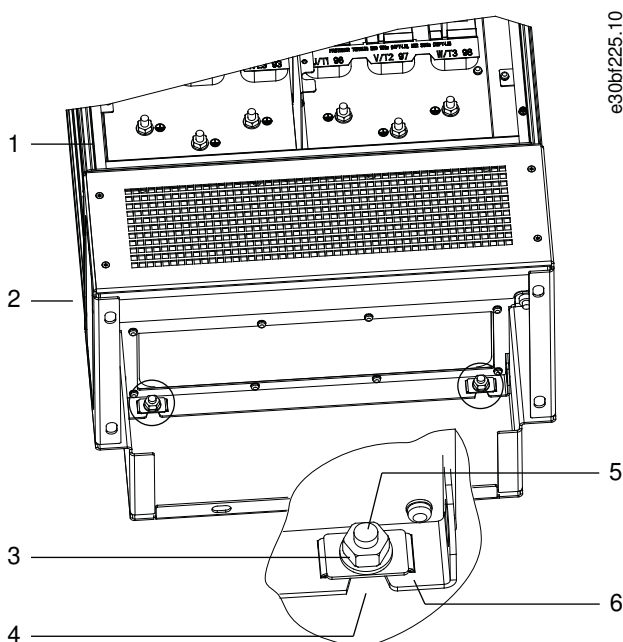

Ilustración 11: Puntos de montaje de la parte posterior del alojamiento en el pedestal
1. Eleve el convertidor y colóquelo sobre el pedestal. Hay dos pernos en la parte trasera del pedestal que se deslizan en los dos agujeros ranurados situados en la parte posterior del alojamiento. Coloque el convertidor ajustando los pernos hacia arriba o abajo. Fije sin apretar utilizando dos tuercas M10 y bastidores de fijación. Véase el apartado Ilustración 11.